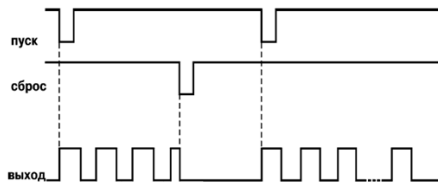

Рисунок 3.9
3.1.3.5 Сигнал «Сброс» прекращает выполнение программы и возвращает таймер в исходное состояние. Время задержки реакции прибора на сигнал «Сброс» составляет не более 0,1 мс (рисунок 3.9).